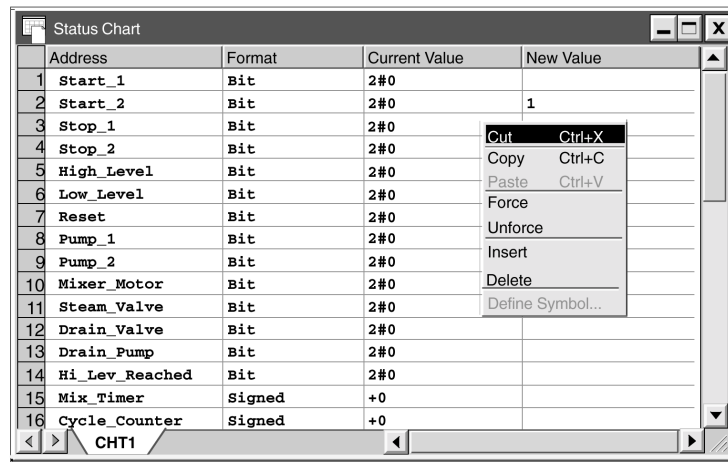

图 4-16 用状态表监视和修改变量
如图 4-16 所示, 利用菜单命令 **View>Status Chart**, 当程序运行时, 你可以使用状态表来读、写、强制和监视变量。
- 选择单元和单元格式, 按鼠标右键弹出下拉表 (图 4-16)。